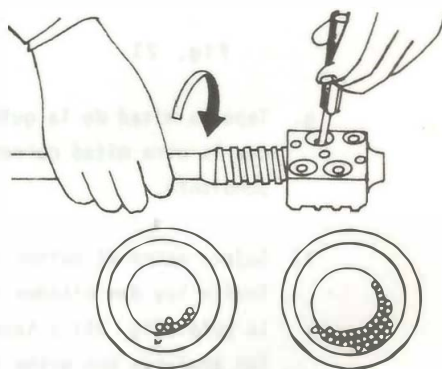

Fig. 22
- c. Coloque las bolas circulares (fig. 22) en el agujero de una de las guías.